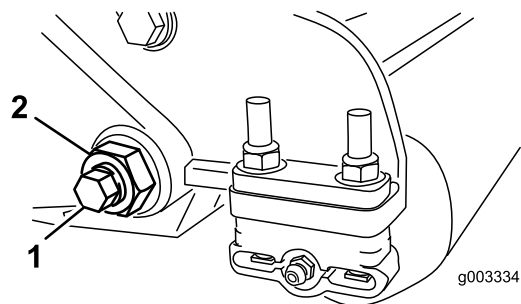
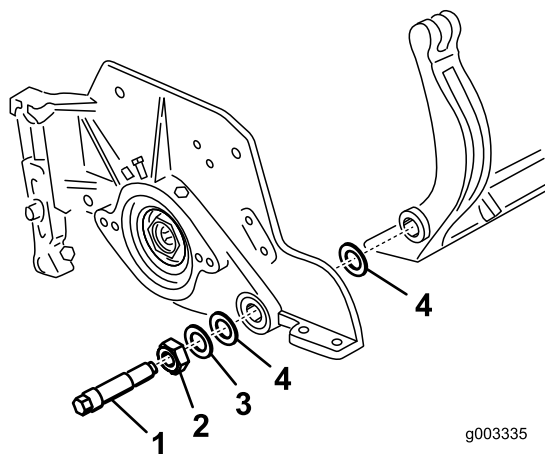
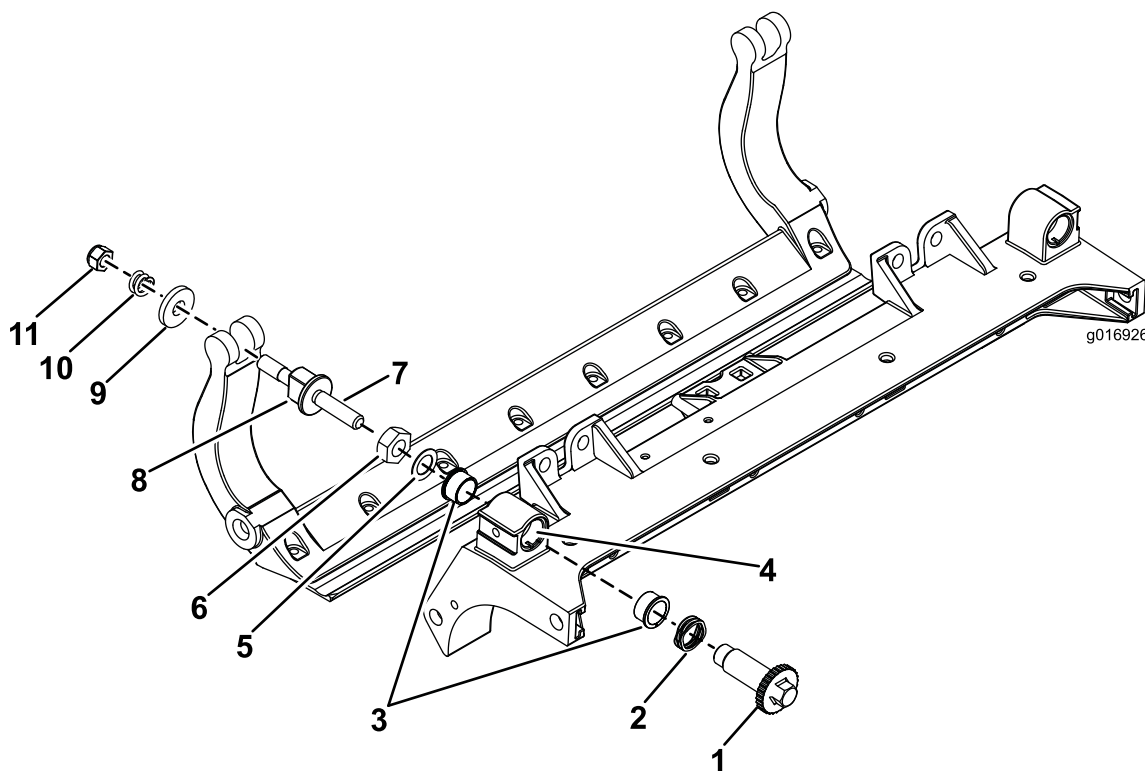

Рисунок 29
Рисунок 30
Рисунок 32
3. С каждой стороны машины ослабьте контргайку, крепящую болт планки неподвижного ножа (Рисунок 29).
4. Удалите болты планки неподвижного ножа, потяните планку неподвижного ножа вниз и отсоедините ее от машинного болта (Рисунок 29). Учтите, что с каждой стороны планки расположены 2 нейлоновых и 1 штампованная стальная шайба (Рисунок 30).
2. Прикрепите планку неподвижного ножа к боковым пластинам с помощью болтов планки неподвижного ножа (гаек на болтах) и 6 пайб. Нейлоновые шайбы должны располагаться с каждой стороны выступа боковой пластины. На нейлоновые шайбы установите стальные шайбы (Рисунок 30). Затяните болты планки с моментом 27–36 Н•м.
проворачивались вручную, пока не будет устранен осевой люфт планки неподвижного ножа (Рисунок 30).
1. Снимите все детали (см. *Инструкции по установке* для HD комплекта DPA, модель № 120–7230, и Рисунок 32).
2. Нанесите смазку Never Seize на внутреннюю поверхность втулки на центральной раме режущего блока (Рисунок 32).
3. Совместите шпонки фланцевых втулок с прорезями в раме и установите втулки (Рисунок 32).
4. Установите волнистую шайбу на шпindel регулятора и вставьте шпindel регулятора во фланцевые втулки, установленные в раме режущего блока (Рисунок 32).
5. Закрепите шпindel регулятора с помощью плоской шайбы и контргайки (Рисунок 32). Затяните контргайку с моментом 20–27 Н•м.
9. Прикрепите планку неподвижного ножа к боковым пластинам с помощью болтов планки неподвижного ножа (гаек на болтах) и 6 шайб. Нейлоновые шайбы должны располагаться с каждой стороны выступа боковой пластины. На нейлоновые шайбы установите стальные шайбы (Рисунок 32). Затяните болты планки с моментом 27–36 Н•м. Затяните контргайки вручную так, чтобы наружные стальные шайбы перестали вращаться и осевой люфт был устранен, но не перетягивайте и не деформируйте боковые пластины. Шайбы с внутренней стороны могут иметь зазор (Рисунок 30).